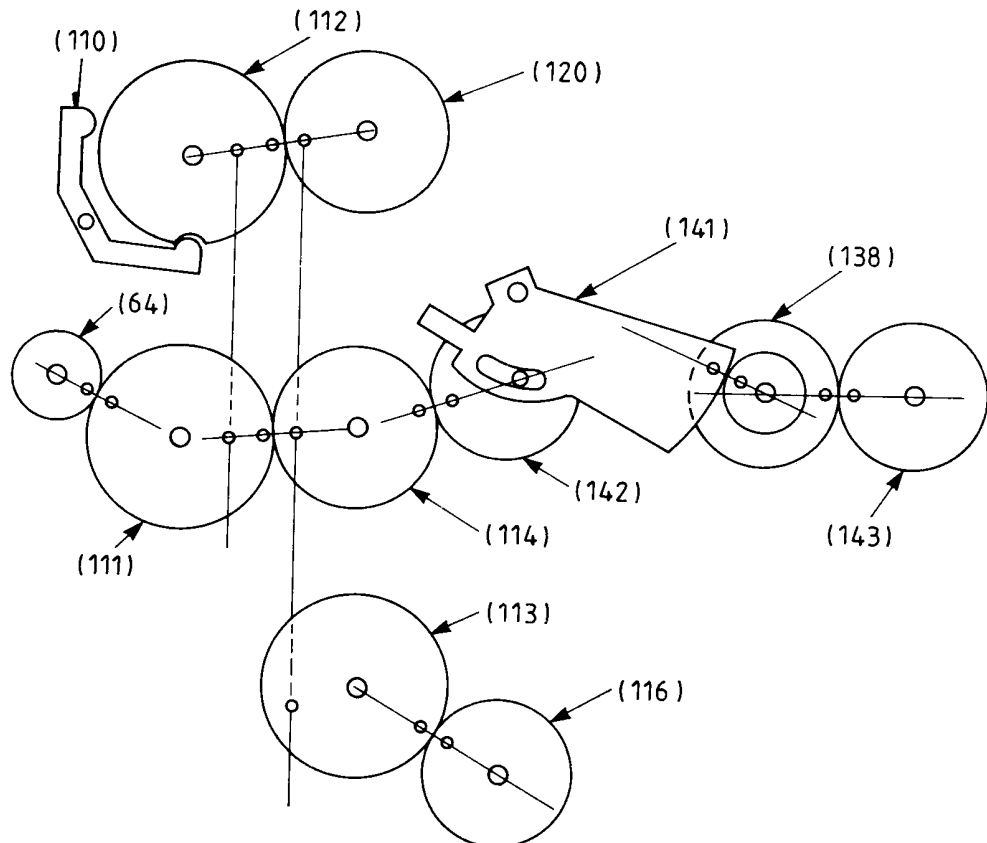
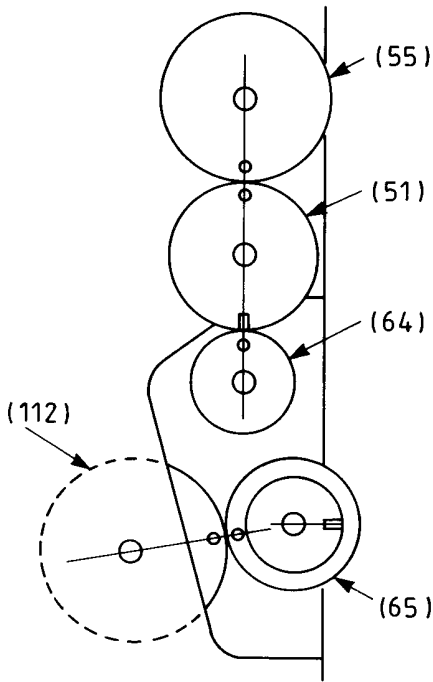

Fig. 43
Fig. 44
Die Abbildungen Fig. 43 und Fig. 44 zeigen das Laufwerk in der Bezugsposition "STOP" und die dabei auftretende Anordnung der Markierungslöcher. Die Bezugsposition "STOP" ist identisch mit der Laufwerkstellung "Umspultbetrieb". Diese entspricht der 2. Raststellung des Kupplungsrades (116), wenn diese Laufwerkstellung durch drehen des Capstanrotors von Hand angefahren wird.
Figures 43 and 44 show the drive mechanism and the respective positions of the marking holes in "STOP" mode. These positions of the mechanical components and holes in "STOP" mode are the same in "rewind" mode and can be approached by turning the capstan rotor by hand so that the clutch disk is in its second locking position.